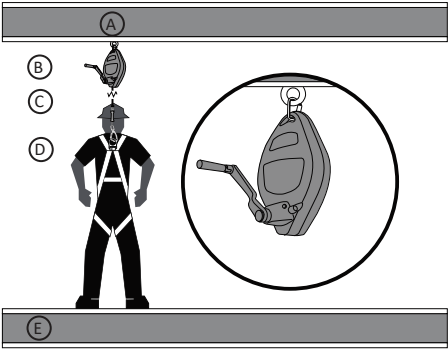

Figura 4 - Anclaje elevado de la cuerda de salvamento autorretráctil-R
El SRD se puede fijar a un anclaje elevado (Figura 4), es decir, encima del anillo en D dorsal del FBH del usuario. El SRL-R que se analiza en este manual no está diseñado para aplicaciones de bordes salientes.
4. Doble la solapa inferior hacia arriba, inserte el perno con la arandela asegurándose de que pasa a través de la solapa del soporte y del área de la manija de la SRL-R, como se muestra en la Figura 4. Apriete el perno con un casquillo o llave de 15/16" a 50 pies-libras.